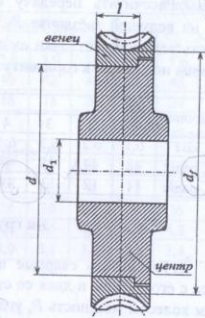

Рис. 15
2. Рассчитать цилиндрическое соединение с натягом, состоящее из зубчатого венца и центра червячного колеса (рис. 15). Диаметр посадочной поверхности d , длина посадочной поверхности l , диаметр отверстия для вала в центре колеса d_1 , диаметр окружности впадин зубчатого венца d_f и передаваемый червячным колесом момент T приведены в табл. 15. Материал зубчатого венца – бронза марки БрА9Ж4, центра колеса – чугун марки СЧ 12.